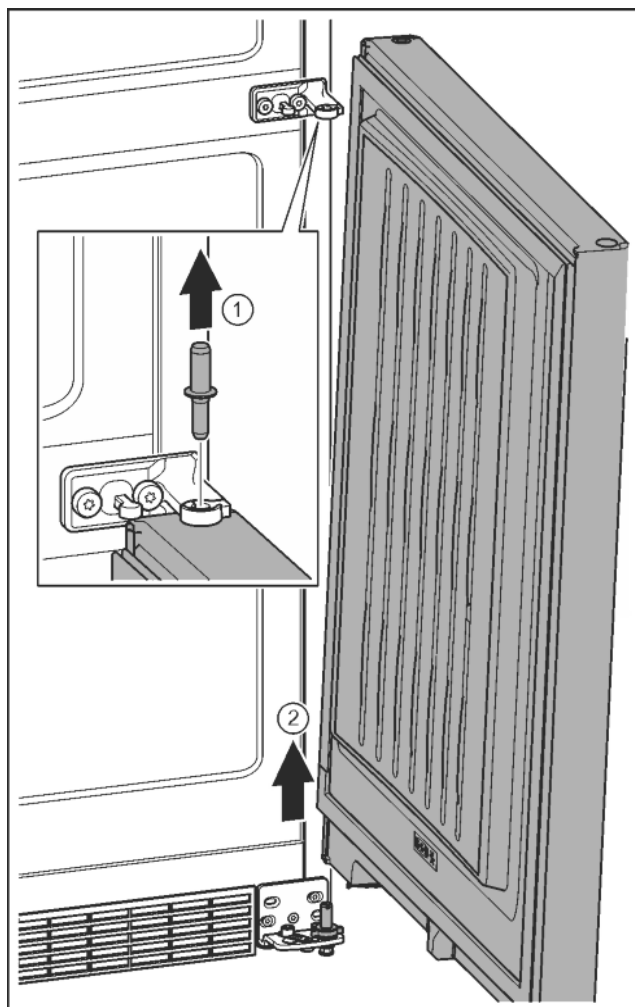

Fig. 11
- Bouten vanaf de bovenkant eruit trekken. Fig. 11 (1)
- Deur naar buiten draaien, naar boven trekken en aan de zijkant stellen. Fig. 11 (2)